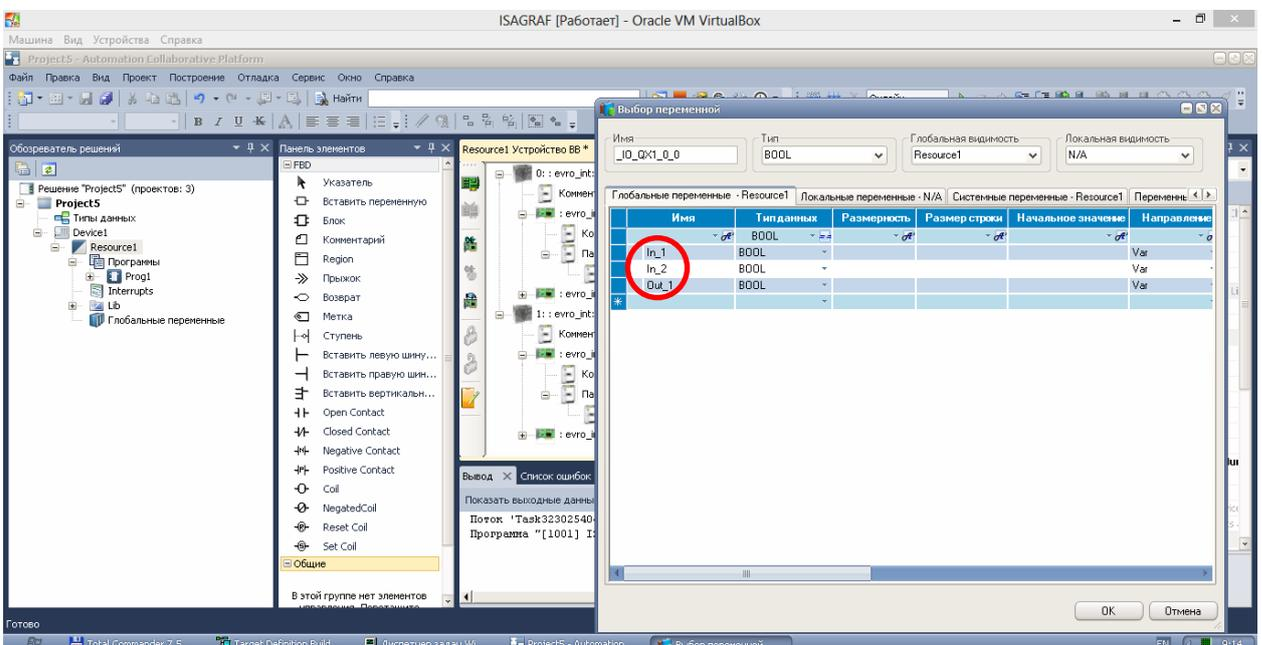

Рисунок 15. Монтирование переменных.
- 16) Монтируем входные переменные (In\_1 и In\_2) в модуле EVRO\_16DI\_ и выходную переменную (Out\_1) в модуле EVRO\_16DO\_ (рисунок 15). В процессе монтирования среда разработки предупредит, что направление монтируемой переменной не совпадает с аналогичным значением атрибута канала и предложит изменить на требуемый, соглашайтесь. В итоге должно получиться как на рисунке 16.